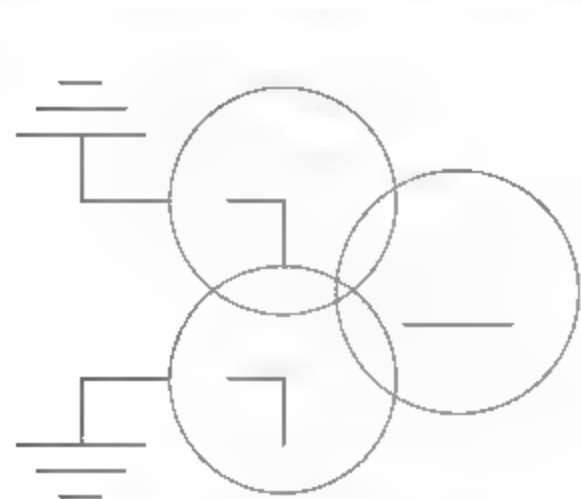

图8-43 复制图形
**16** 调用MI【镜像】命令，选择绘制完成线段图形，向下镜像复制图形，结果如图8-43所示。